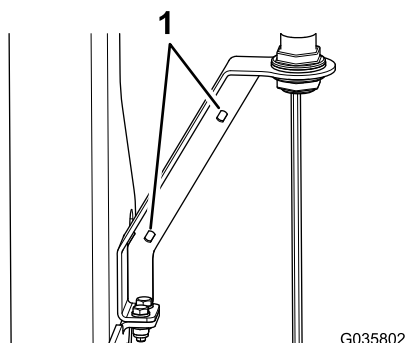

Figure 14
9. Insérez un serre-câble dans chacun des 2 trous de la patte de fixation du gyrophare (Figure 14) et attachez le câble.